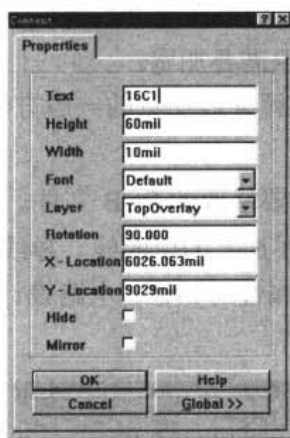

图 10-142 Comment (文字标注) 修改对话框
- (1) 移动光标到需要调整文字标注的位置。
- (2) 将鼠标定位在文字上，双击鼠标左键，弹出如图 10-142 所示的 Comment (文字标注) 修改对话框。